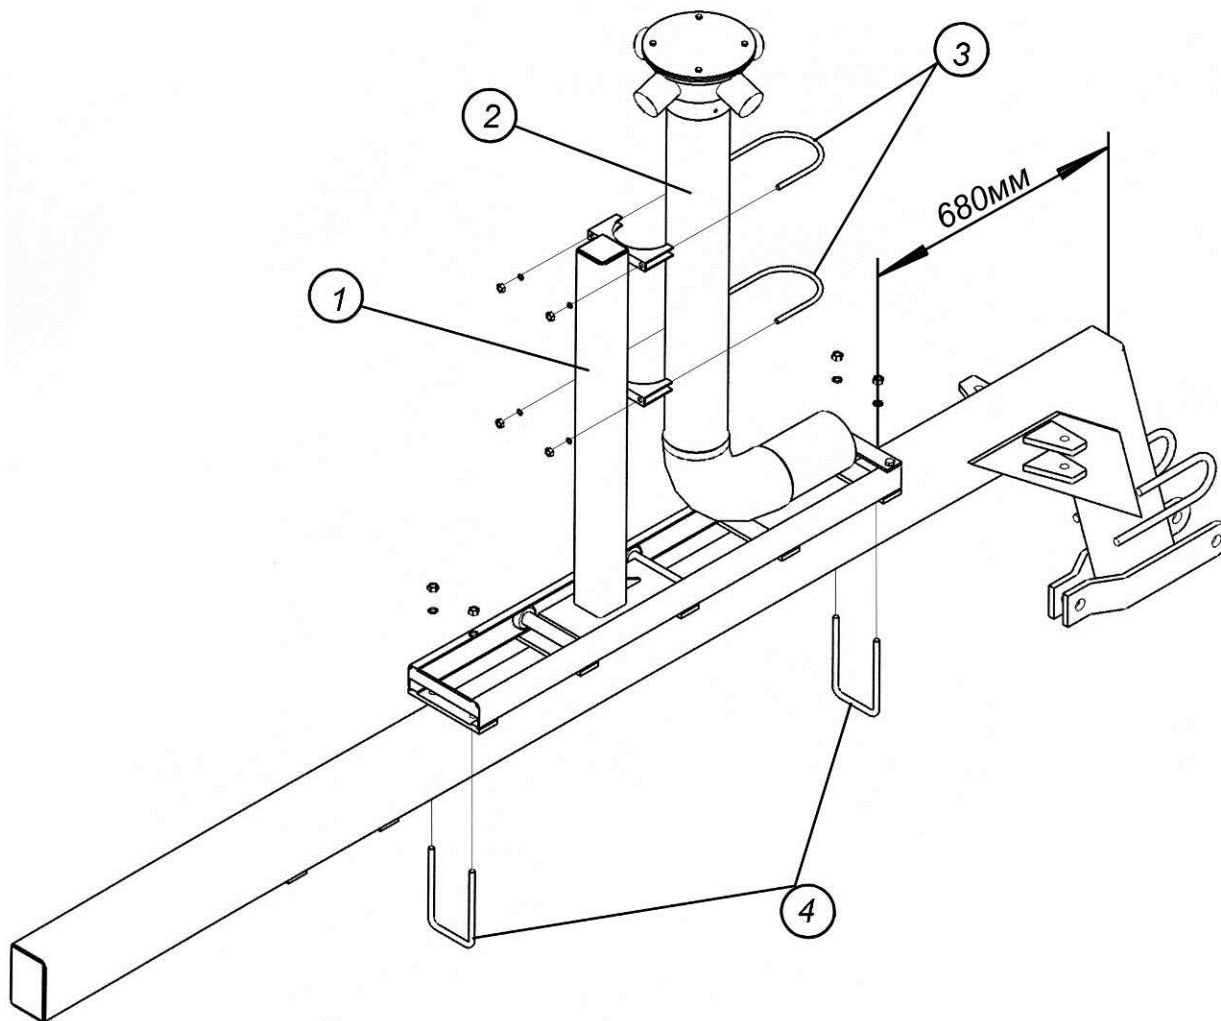

Рис. 4.13.2. Сборка первичного коллектора для ПК с двухосным бункером.
4.13.1.1. Для посевного комплекса с одноосным бункером установить проставку 1 спереди на раме культиватора с помощью пластины 2 и болтов 3 М20х170, подложив пружинные шайбы (рис.4.13.2а). Закрепить кронштейн первичного распределителя 4 на проставку 1 стремянками 5 М12х100х150, пружинными шайбами и гайками.
4.13.3. Закрепите трубу 2 с распределителем на стойке 1 скобами 3 (рис. 4.13.2).
Рис. 4.13.2а. Сборка первичного коллектора для ПК с одноосным бункером.